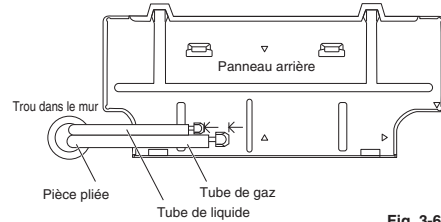

Fig. 3-63
- (1) Acheminer la tuyauterie et le tuyau de vidange par le mur en laissant une longueur suffisante pour la connexion. Plier ensuite la tuyauterie gauche à l'aide de la cintreuse à tubes pour effectuer la connexion. (Fig. 3-63)